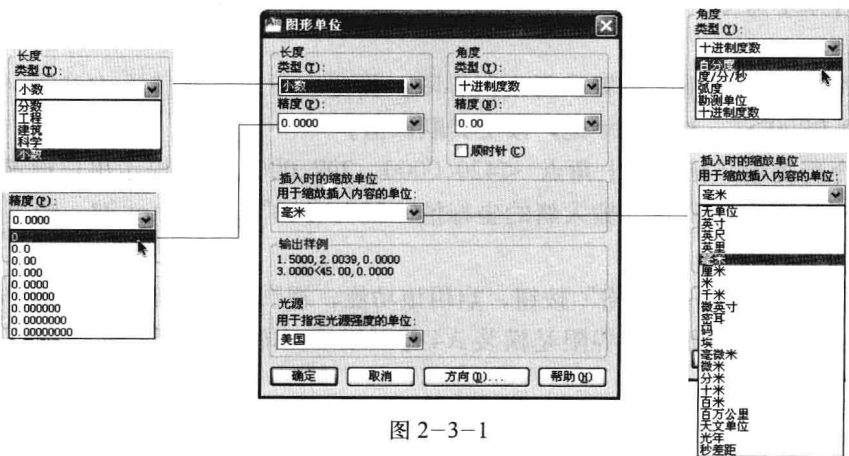

图 2-3-1
(1) 选择菜单命令“格式/单位”，打开图形单位对话框，如图2-3-1所示。